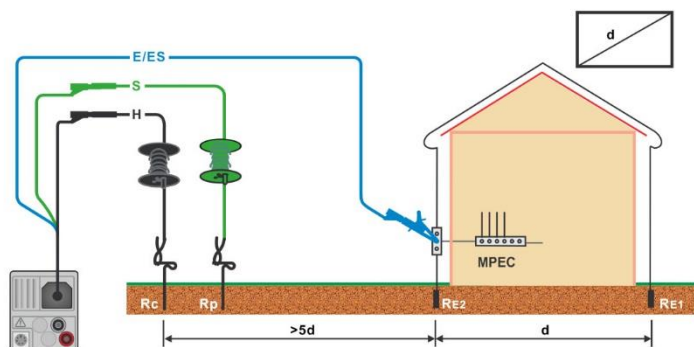

Abbildung 7.60: Erdungswiderstand, Messung der Haupterdung der Installation und Blitzschutzanlage
- › Schließen Sie die Prüfleitungen am Prüfling an, siehe **Abbildung 7.60**.